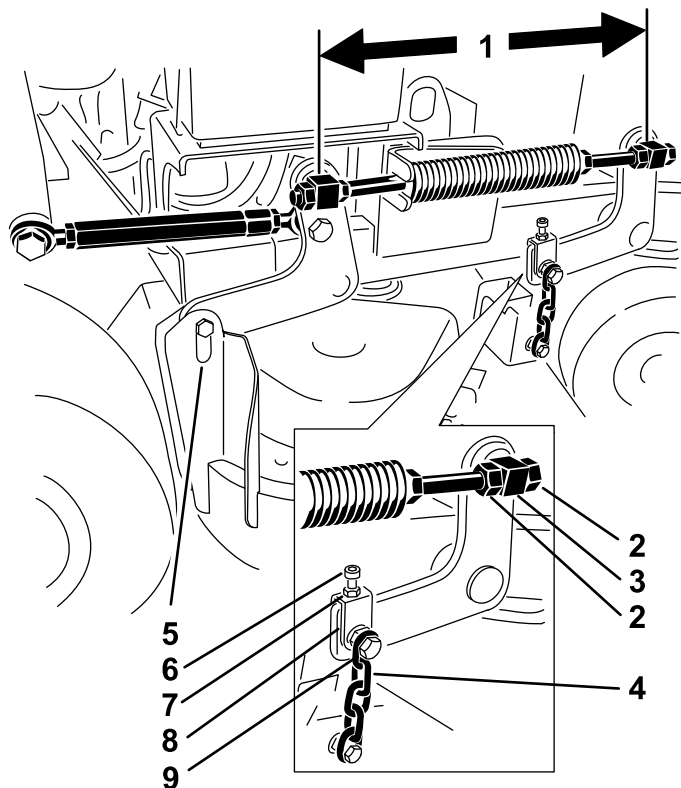

Figura 78
il centro delle parti girevoli (distanza da centro a centro) su ogni asta filettata (Figura 78).
2. Allentate i controdadi nella parte girevole **anteriore** (Figura 78).
4. Serrate i controdadi sulla parte girevole **anteriore** (Figura 78).
4. Allentate i controdadi sulla parte girevole anteriore destra e sinistra (**Figura 78**).
6. Serrate i controdadi sulla parte girevole anteriore destra e sinistra (**Figura 78**).
4. Allentate i controdadi sulla parte girevole anteriore sinistra (**Figura 78**).
6. Serrate i controdadi sulla parte girevole anteriore sinistra (**Figura 78**).
5. Allentate i bulloni superiori della catena (Figura 78).
6. Allentate i controdadi su ciascuna forcina (Figura 78).
8. Serrate i controdadi e i bulloni superiori della catena (Figura 78).